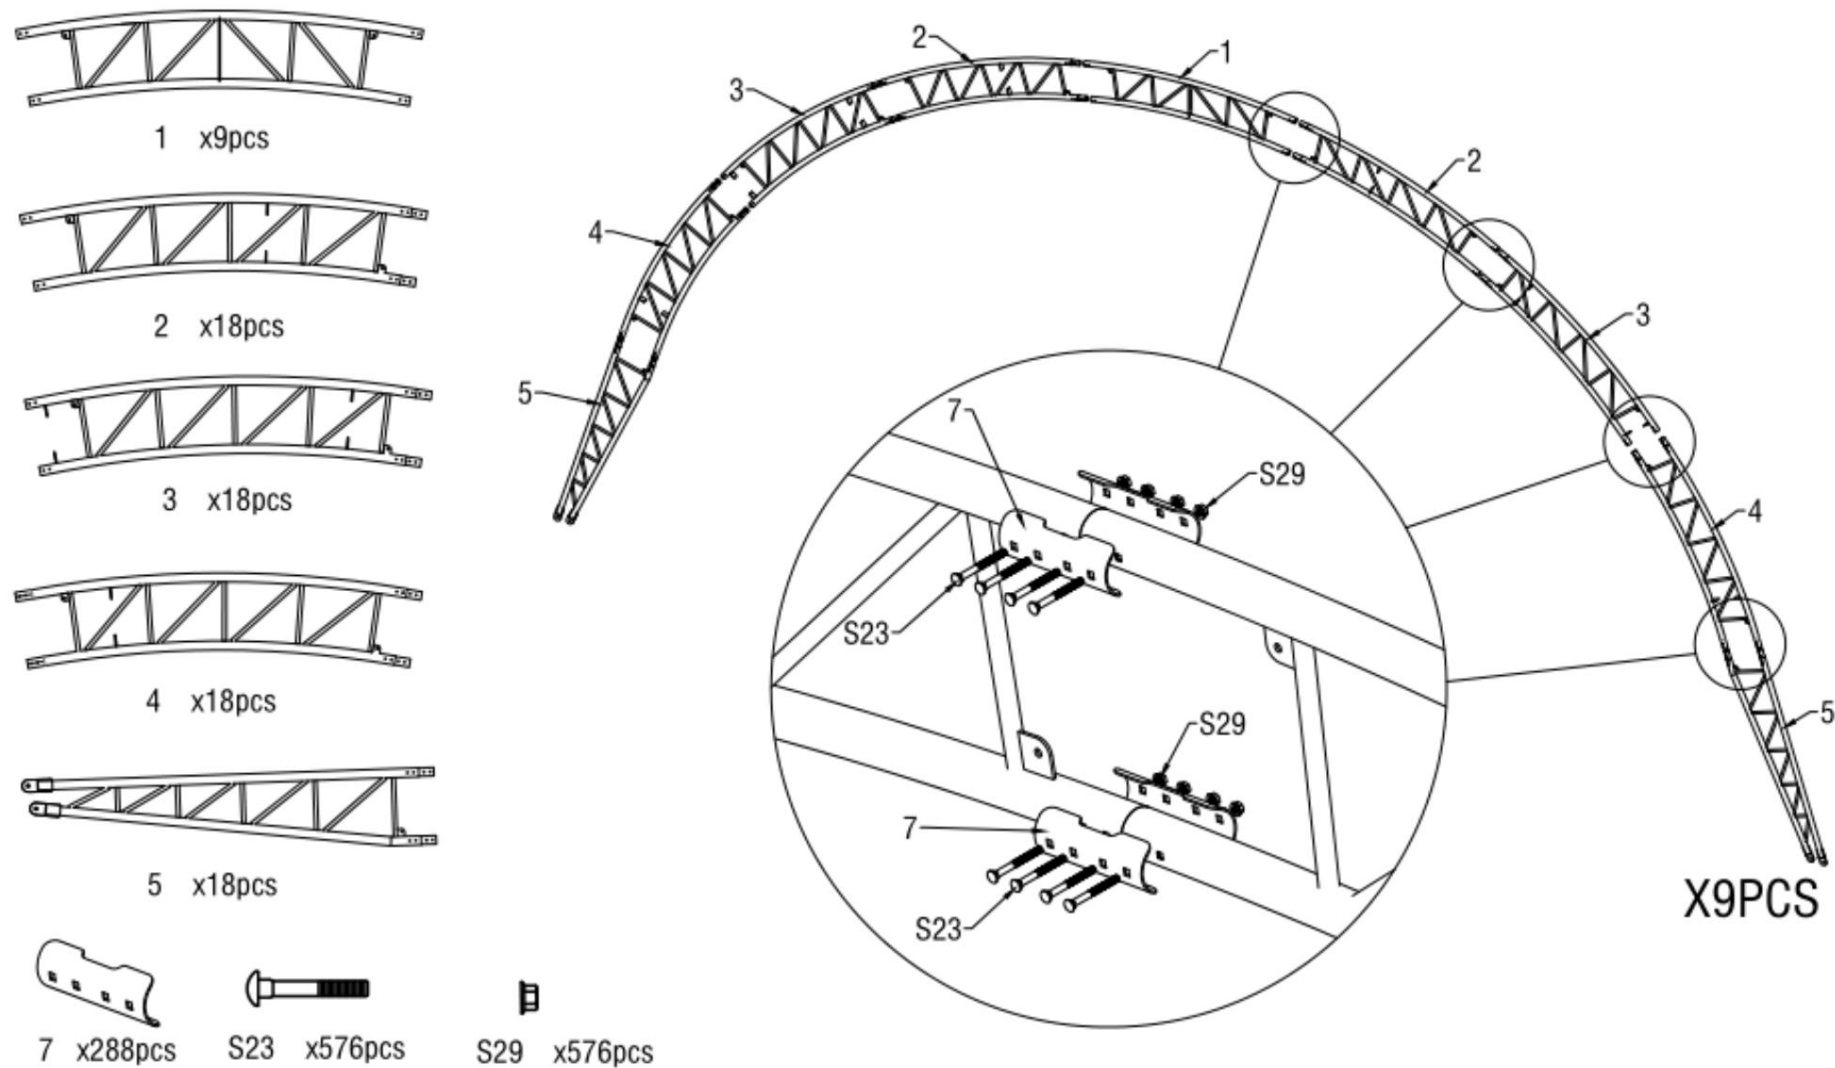

Figure 4
2. Comme le montre la figure 4, trouvez un tube de toit supérieur (n° 1), deux tubes courbés supérieurs de toit (n° 2), deux tubes courbés centraux de toit à l'épaulement (n° 3), deux tubes courbés inférieurs latéraux (n° 4), deux tubes courbés inférieurs (n° 5) et assemblez chaque arc de groupe avec une vis M8x80 (n° S23).
Remarque : tube de toit supérieur, tube courbé de toit, tube courbé central de toit, tube courbé inférieur latéral et tube courbé inférieur (n° 1A, 2A, 3A, 4A et 5A) qui sont soudés avec des plaques d'acier pour les portes avant et arrière sont différents de l'arc central. (Figure 4)